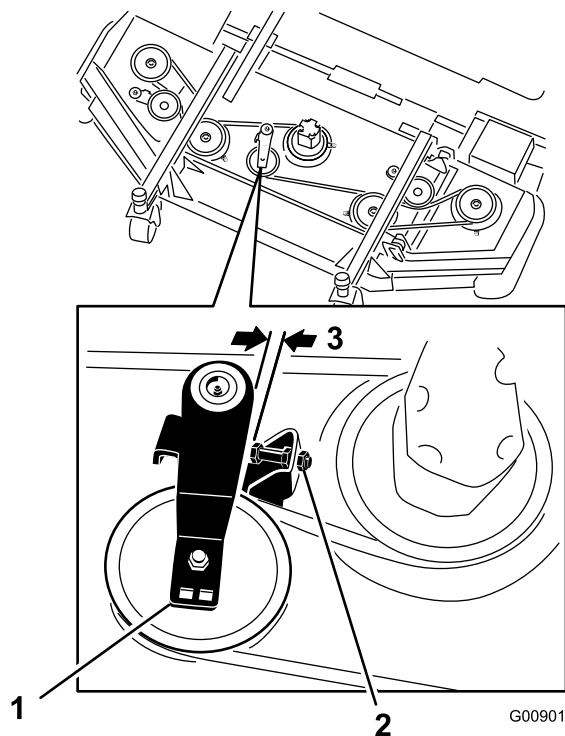

Bild 81
3. Lösen Sie am Frontmähwerk die Klemmmutter an der Anschlagschraube der Spannscheibe und drehen die Anschlagschraube in die Halterung (Bild 81).
vom Treibriemen und lassen Sie den Riemen von der Getriebespannscheibe rutschen (Bild 81).